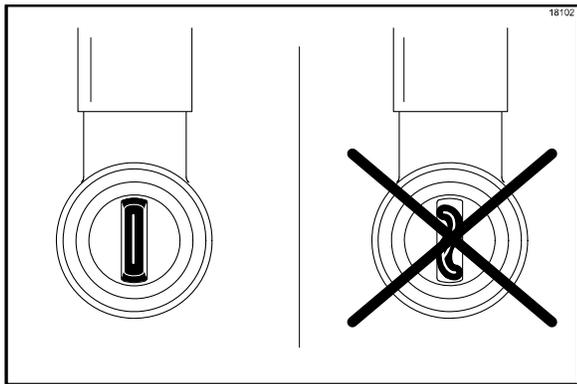

Figura 31
17. Inspeção a válvula bico de pato quanto à instalação correta no interior da conexão de ponta do xarope. Sua ponta deve **permanecer plana** para vedar a linha de xarope. (Veja a Figura 31.)